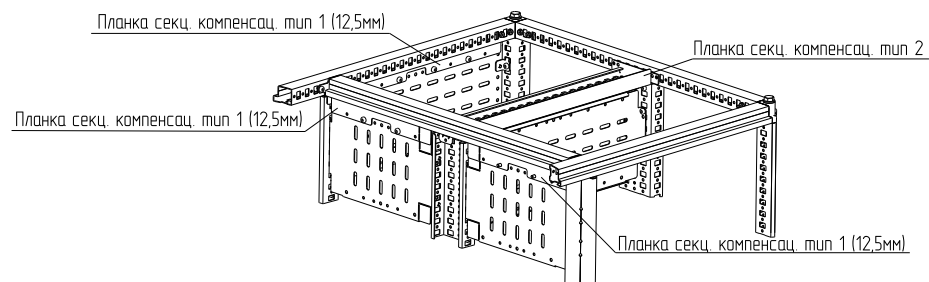

Рисунок 4
4.1.3 Приложить планку секционирования компенсационную тип 2 к рейке основания/крыши и закрепить винтами M6×10 (рисунок 4). Момент затяжки – 7 Н·м.